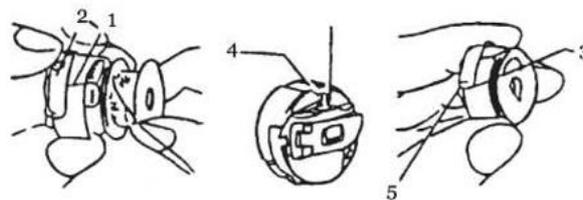

Figura 10
6. Montaggio della spolina (vedi Figura 10)